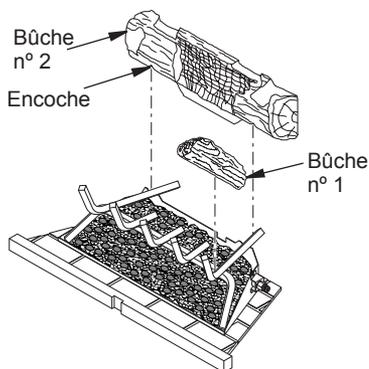

Figure 25 - Installation des bûches n° 1 et n° 2
1. Placez la petite bûche avant (bûche n° 1) à l'avant droit de la grille, tel qu'illustré à la figure 25.
2. Placez la grosse bûche arrière (bûche n° 2) sur la grille en vous assurant que les encoches reposent sur la grille, tel qu'illustré à la figure 25.